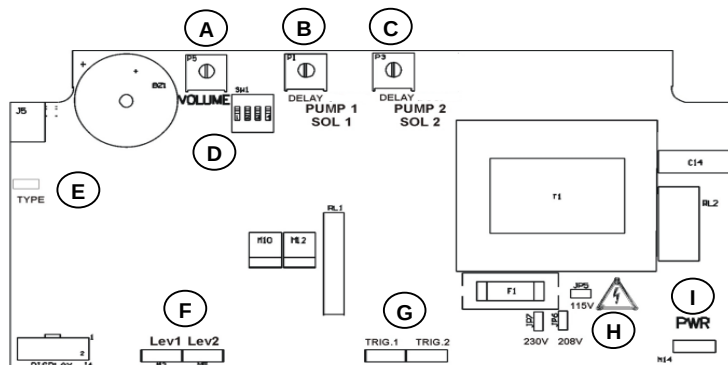

Figura 2
- Programe la tensión deseada por medio del puente J que se encuentra en el circuito (Figura 2) antes de conectar la alimentación.
- Conecte los cables de la fuente de alimentación principal con los relativos cables del circuito (Figura 2).
- Conecte los cables de los bornes del interruptor del detector de nivel de flotador (opcional) con el borne (LEV-1/2) del circuito (figura 2).
En caso de alarma, el led bicolor será rojo y la señal acústica empezará a sonar. Es necesario conectar una sonda de nivel (Figura 2).